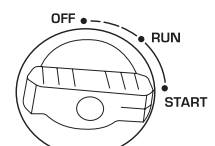

Fig. 2
- 12 Pour démarrer des modèles KS 2100iG S, KS 3100iG S: tournez l'interrupteur multifonction en position START (fig. 2). Tirez sur la poignée du démarreur jusqu'à ce que vous sentiez une légère résistance, puis tirez-la relativement brusquement. Laissez la poignée de démarrage à la main rentrer lentement, ne la relâchez pas. Tournez l'interrupteur multifonction en position RUN (fig. 2).